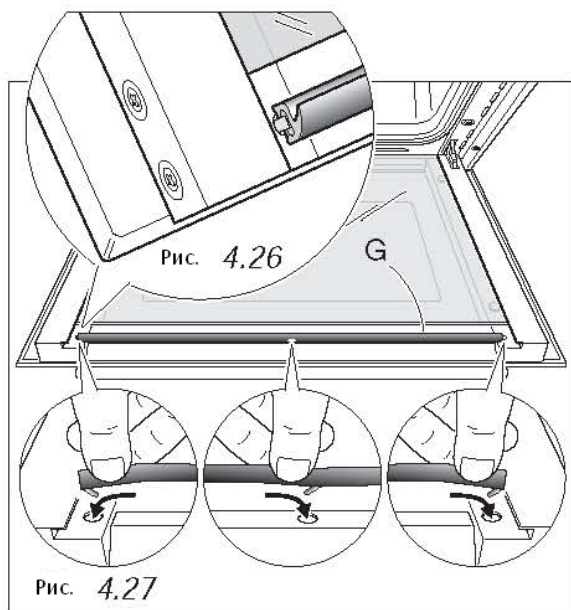

Рис. 4.27
- Установите уплотнительную прокладку **G** на прежнее место (Рис. 4.26), введя 3 (три) крепежных крючка в соответствующие отверстия (Рис. 4.27).